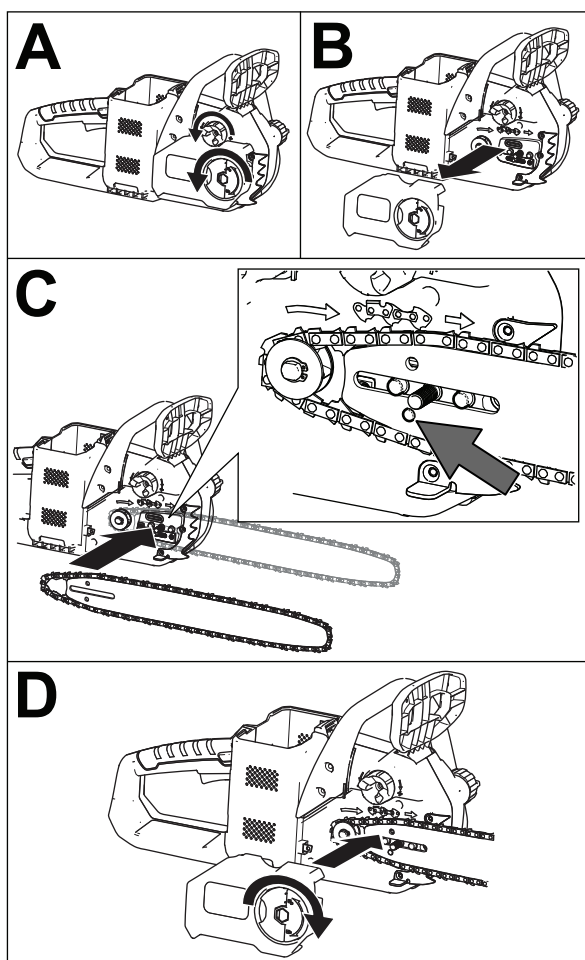

Figura 32
12. Posicione el bucle abierto de la cadena (separado de la espada) alrededor del piñón de arrastre de la motosierra, e instale la espada con la cadena en la motosierra, como se muestra en la Figura 32.